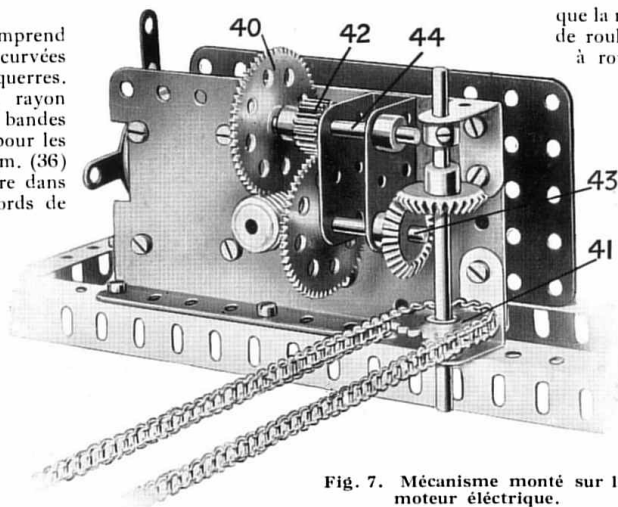

Fig. 7. Mécanisme monté sur le moteur électrique.
Une vis sans fin fixée à l'arbre de l'induit du moteur électrique (voir Fig. 7) engrène avec une roue de 57 dents (40) sur la tringle (44), à laquelle est également fixée un pignon de 12 mm. (42) qui engrène avec une seconde roue dentée de 57 dents sur la tringle (43). Le mouvement est ensuite transmis par l'intermédiaire d'engrenages coniques de 22mm. à une roue dentée de 25 mm. (41), qui est connectée par une autre chaîne Galle à une autre roue dentée de 25 mm. (7) Fig. 2. Le pignon spécial de 25 mm. (8) est fixé à la même tringle